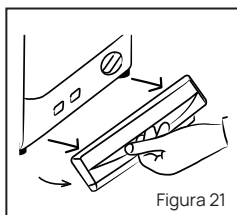

Figura 21
- Retire el zócalo. Ver figura 21.